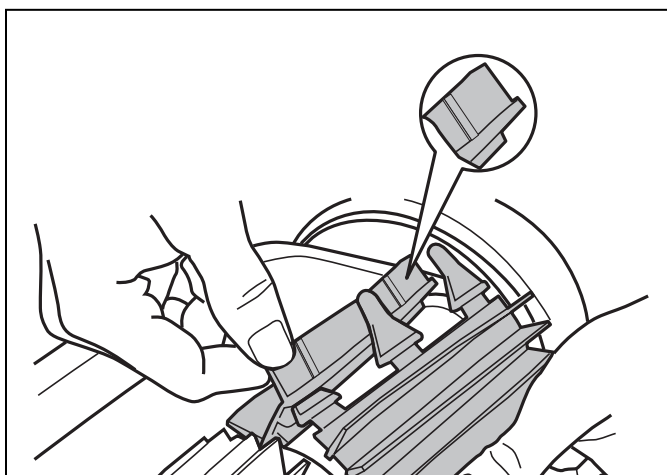

Figure 25. Témoins d'usure
Le nettoyeur est équipé de brosses en PVC. Les brosses portent des témoins d'« usure » (Figure 25). Pour maintenir le rendement du robot nettoyeur, il faut remplacer les brosses dès qu'un des témoins d'usure est visible (même si l'usure de la lame n'est pas uniforme). Il est recommandé de remplacer les brosses dès que le témoin d'usure est visible ou tous les deux (2) ans, à la première éventualité.